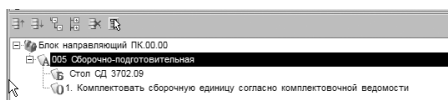

Рисунок 106
22. В открывшемся окне справочника на вкладке **Объекты фильтрации** снимите галочку напротив объектов *Агрегатно-сборочный 5/2* и *Сборочно-подготовительная*, а затем в дереве оборудования последовательно выберите *Сборочное оборудование – Для сборки – Стол – Стол СД 3702.09* и двойным щелчком левой кнопкой мыши примените элемент (рис. 106).